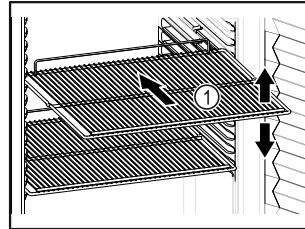

Fig. 30 Beispielhafte Darstellung
- Wenn Abstellroste Fig. 30 (1) versetzbar sind, je nach Höhe anpassen.